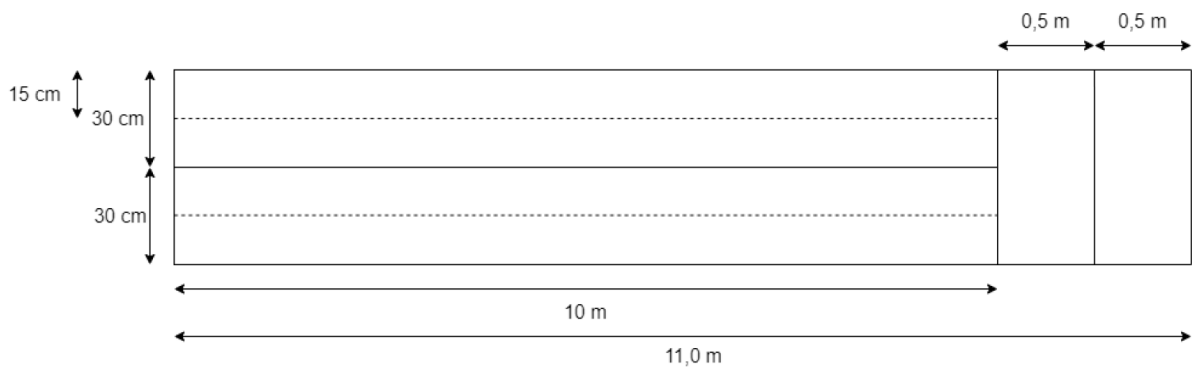

Figura 7: Dimensões aproximadas da pista de competição
- 1.** A pista onde se desenrolará a competição (ver Figura 7) será construída num local com solo rígido e, tanto quanto possível, plano e isento de irregularidades.